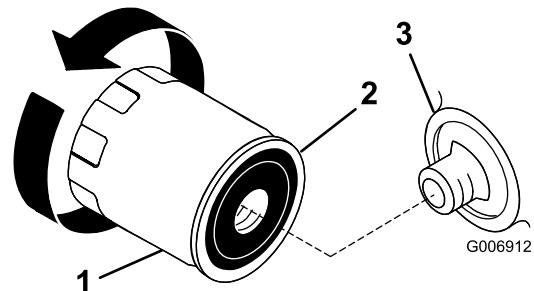

Figura 21
2. Retire el filtro usado y límpie con un paño la superficie de la junta (Figura 21) del adaptador del filtro.
3. Aplique una capa fina de aceite nuevo a la junta de goma sobre el nuevo filtro de aceite (Figura 21).
- Gire el filtro de aceite en el sentido de las agujas del reloj hasta que la junta de goma entre en contacto con el adaptador del filtro, luego apriete el filtro de aceite media o tres cuartos de vuelta más (Figura 21).